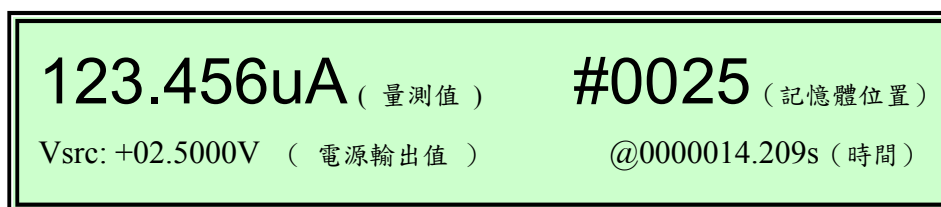

图 4-4 内存数据显示
9. 扫描完毕之后，再按一次「ON/OFF」关闭电源，按「RECALL」键可显示内存中储存的各量测值，如图 4-4。可按▲和▼改变内存位置，选择不同扫描准位下的量测值，右下角并显示时间（以开始量测的时间为基准时间）。
9.扫描完毕之后，再按一次「ON/OFF」关闭电源，按「RECALL」键可显示内存中储存的各量测值，如图 4-4。可按▲和▼改变内存位置，选择不同扫描准位下的量测值，右下角并显示时间（以开始量测的时间为基准时间）。
10.扫描完毕之后，再按一次「ON/OFF」关闭电源，按「RECALL」键可显示内存中储存的各量值，如图 4-4。可按▲和▼改变内存位置，选择不同扫描准位下的量测值，右下角并显示时间（以开始量测的时间为基准时间）。